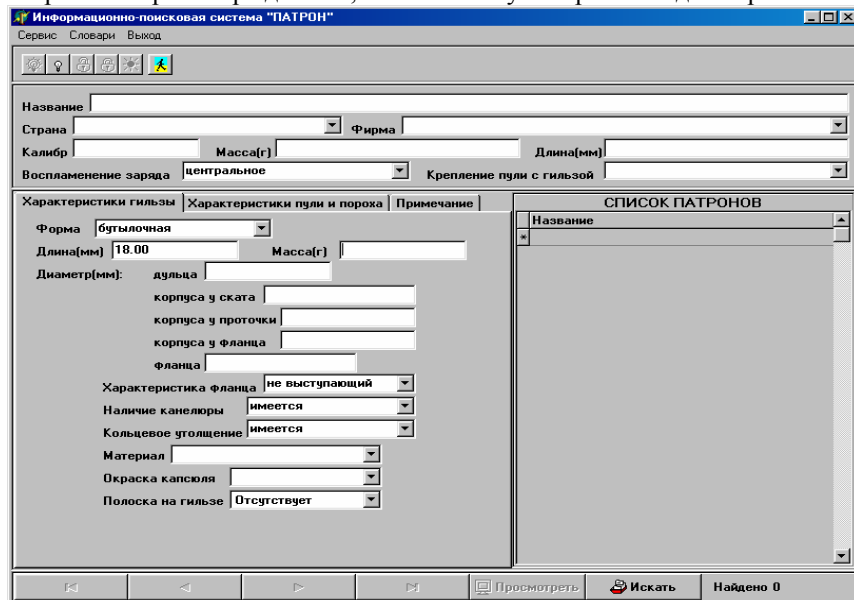

Рис. 14
- в режиме поиска в окне данных "Гильза" ввести основные параметры имеющейся гильзы (рис. 14);